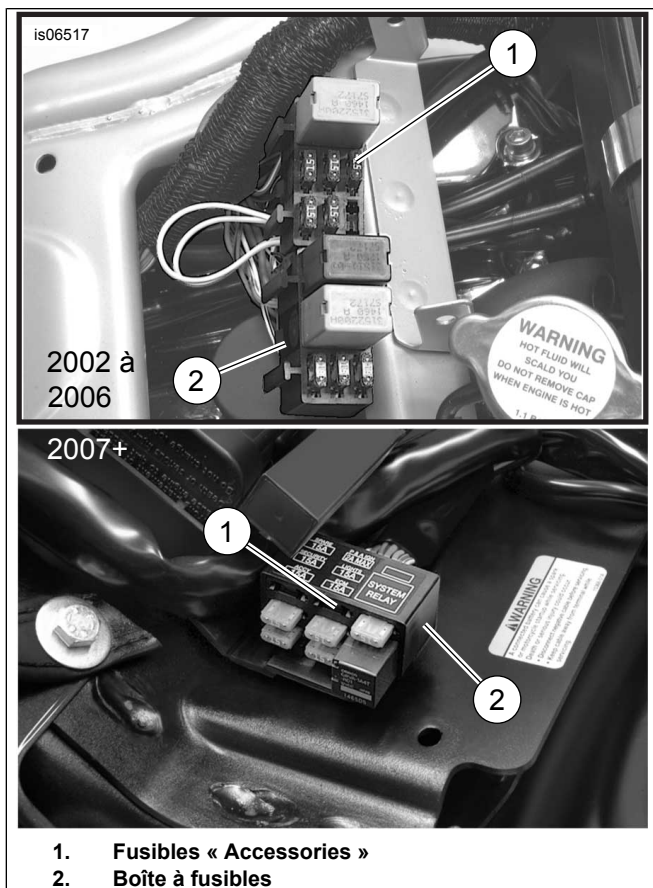

Figure 15. Emplacement des fusibles « Accessory » (modèles V-Rod)
1. Consultez Figure 15 . Coupez soigneusement une zone de l'enveloppe du faisceau principal près de la boîte à fusibles (2) à un endroit accessible. Puis, coupez le fil orange/blanc du faisceau principal menant à la cavité du fusible (1) nommée :